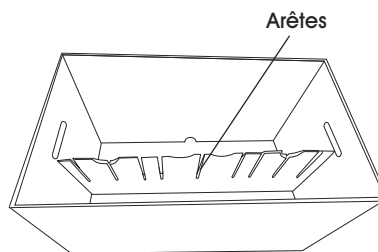

Figure 26
3. Insérez dans la boîte et à la position désirée le séparateur long, arêtes orientées vers le haut. (Voir Figure 26)